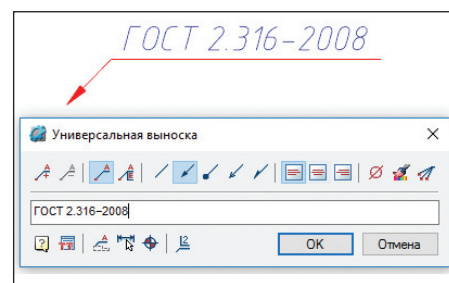

Рис. 7. Окно указания универсальной выноска, пример отображения на чертеже
- универсальная выноска (рис. 7). В диалоговом окне можно добавлять и убирать строки, изменять способ отображения стрелки, расположение текста и многое другое;